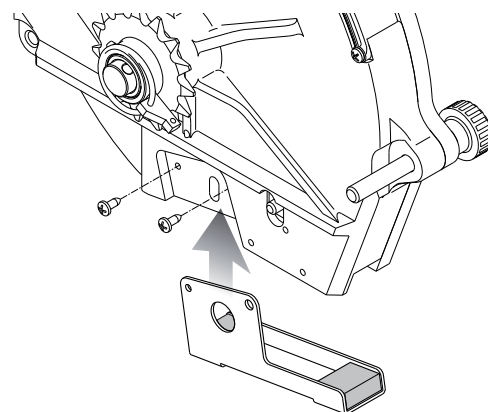

Рис.5
- Фотоэлементы должны устанавливаться на каждом отдельном элементе сеялки и располагаться в нижней части распределителя семян (Рис.5).